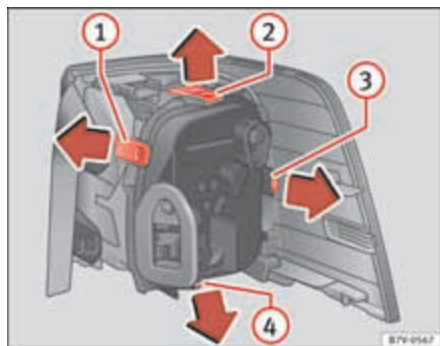

Abb. 209 Rückleuchte in der Karosserie: Lampenhalter ausbauen. ① bis ④: Verriegelungsglasche.
9.	Zum Entriegeln des Lampenhalters Verriegelungslaschen ⇒ Seite 345, Abb. 209 ① bis ④ in Pfeilrichtung drücken.